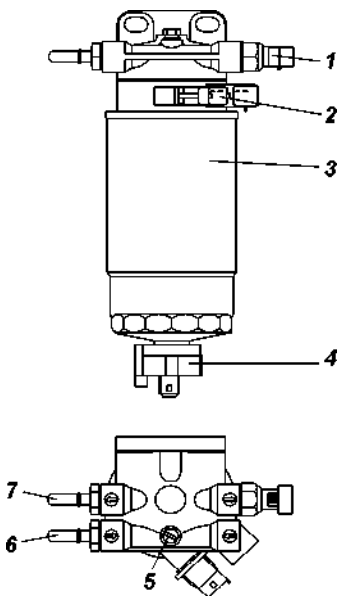

Рис. 9.18. Фильтр тонкой очистки топлива:
**Фильтр тонкой очистки топлива** (рис. 9.18) установлен под капотом автомобиля на левом брызговики.
Через каждые 10000 км пробега и в случае срабатывания сигнализатора 13 (см. рис. 3.4) удаляйте отстой из фильтрующего элемента. Для этого отверните на несколько оборотов датчик 4 (рис. 9.18), слейте отстой до появления струи чистого топлива и заверните датчик.
Через каждые 20000 км пробега или один раз в год, в зависимости от того, что раньше наступит, замените фильтрующий элемент 3 (рис. 9.18). Заменяйте фильтрующий элемент и в случае срабатывания сигнализатора 10 (см. рис. 3.4).